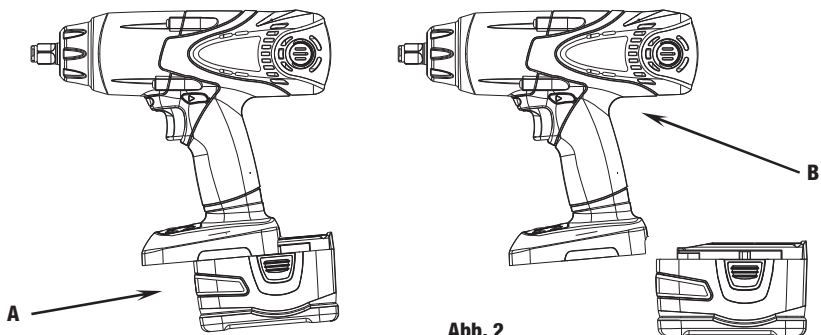

Abb. 2
**AKKU ENTFERNEN:** Entriegelungsclip drücken und den Akku (A) vom Elektrowerkzeug abziehen (B) (siehe Abb. 2).
**AKKU EINSETZEN:** Den Akku (A) auf die Unterseite des Elektrowerkzeuges schieben, indem die Kontakte des Akkus mit den Kontakten des Elektrowerkzeuges verbinden (siehe Abb. 2).